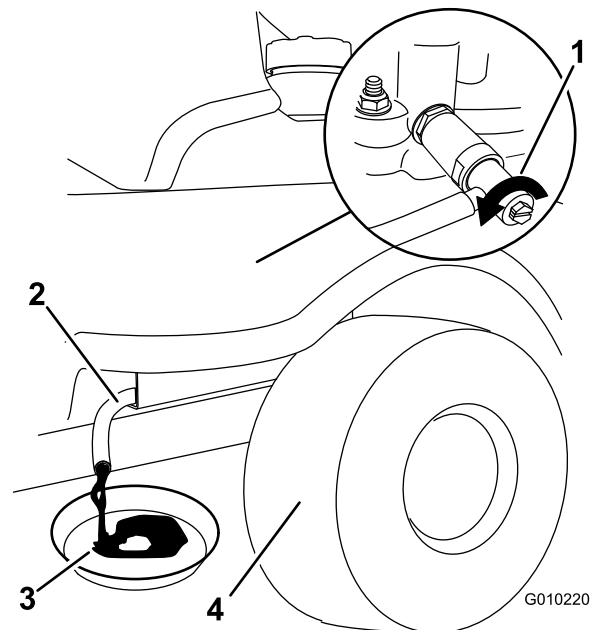

Figura 37
6. Collocate una bacinella sotto il tubo di spurgo. Aprite la valvola di spurgo dell'olio per lasciare defluire l'olio (Figura 37).
8. Togliete il tappo di spurgo (Figura 37).